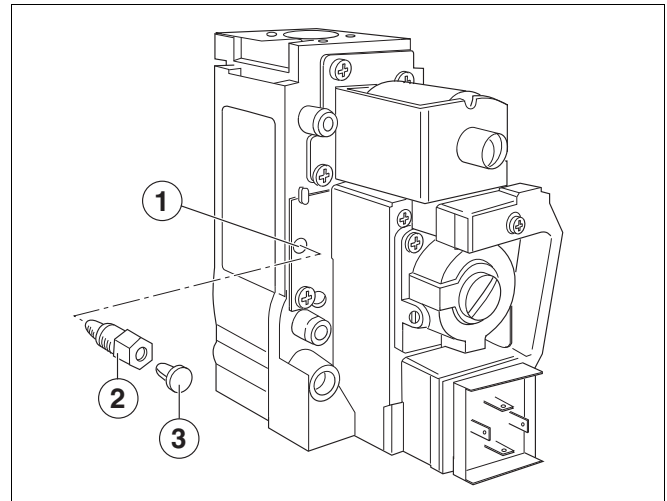

Abb. 1 Gasbrennerarmatur Honeywell VR 4601 C/CB
- Schutzkappe über der Startlastöffnung der neuen Armatur entfernen und einen der beiden beiliegenden Startlastadapter einschrauben (Abb. 1):
- Der Startlastadapter muß aus Sicherheitsgründen unbedingt mit einer Schutzkappe versehen sein. Eventuell Schutzkappe der Startlastöffnung auf den Startlastadapter aufstecken (Abb. 1).